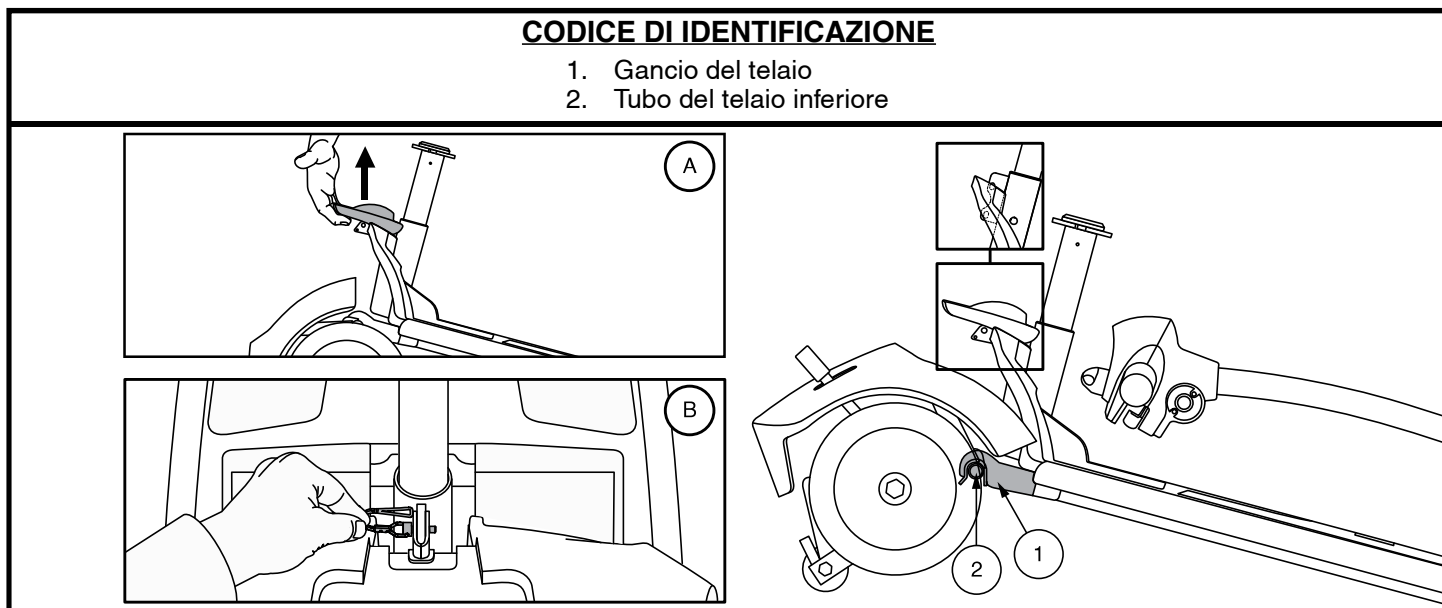

Figura 33. Leva di rilascio del telaio (Stile A) e Perni di chiusura del telaio (Stile B)
4. Separare lentamente le due sezioni del miniscooter. **Vedere figura 33.**
NOTA: Prima di effettuare il montaggio, inclinare la metà posteriore del miniscooter leggermente all'indietro sulle ruote antiribaltamento, come illustrato nella figura 33.
1. Usare la leva di rilascio del telaio (o la piantone del sedile per modelli 29, 36, 336, 83 e 84) per sollevare la parte anteriore mentre si allineano i ganci del telaio della parte anteriore con il tubo del telaio inferiore della sezione posteriore. **Vedere figura 33.**
2. Una volta che i ganci del telaio sono sopra il tubo del telaio inferiore, abbassare la sezione anteriore e ruotare contemporaneamente la sezione posteriore. Questa operazione aggancia automaticamente la chiusura del telaio nei modelli AAP4, 39, 40, 44, 40LX, 40X, 44X, 40E, 44E, 44LX, 49, 50LX, 50LXLIT, 53, 53HD, 54, 54LX, 54LXLIT, 54HD, 66, 67, 73, 74 e Jazzy ZTS. Nei modelli 29, 36, 336, 83 e 84, è necessario inoltre reinstallare il perno di chiusura del telaio per completare il montaggio del corpo. **Vedere figura 33.**